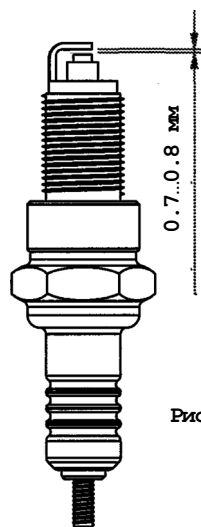

Рис. 7.
4. Проверить величину межэлектродного зазора, которая должна быть 0.7...0.8 мм (рис. 7). При существенном отличии измеренной величины зазора указанным требованиям рекомендуется заменить свечу. Регулировку зазора подгибанием бокового электрода производить только в случае крайней необходимости.